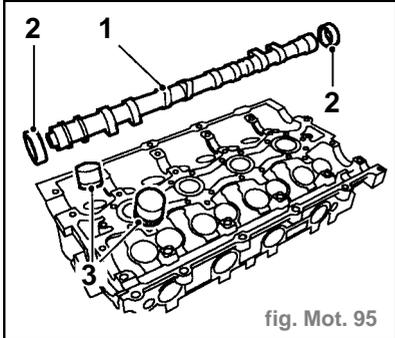

fig. Mot. 95
- Assembler les brides 18G 1770 sur les arbres à cames d'admission avant et arrière et les mécanismes de calage variable et poser les boulons et rondelles de pignon d'arbre à cames pour maintenir les brides (1).
- Enlever les 2 boulons maintenant chaque carter de calage variable sur le support d'arbre à cames et jeter les boulons (2).
- Déposer les arbres à cames avant et arrière avec les mécanismes de calage variable (3).
- Dégager l'arbre de commande du support d'arbre à cames (4).
- Déposer l'arbre à cames d'échappement de la culasse (1) (fig. Mot. 95).